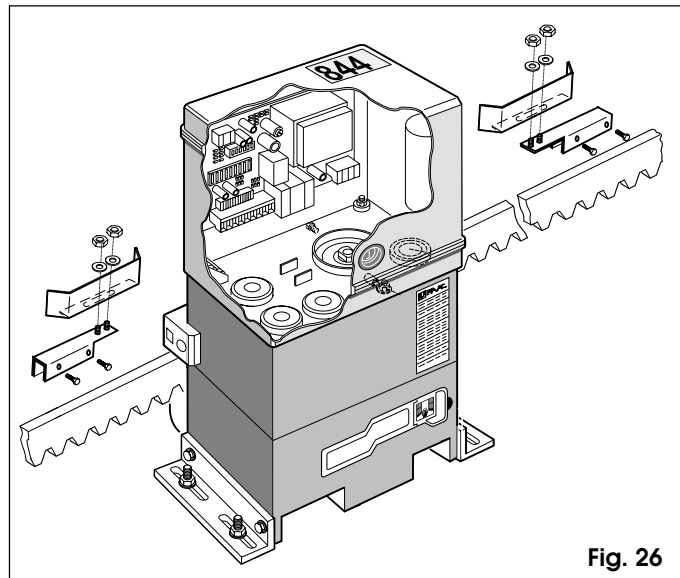

Fig. 26
- 1) Assemblare il finecorsa centrando il lamierino rispetto ai perni filettati del supporto (Fig.26).